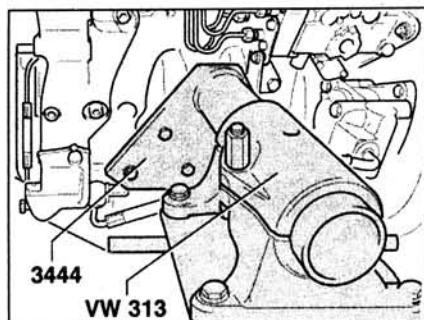

Рис. 2.27. Установка двигателя на разборный стэнд.
30. Для проведения разборочных работ двигатель необходимо установить на стенд. Установите двигатель в крепление VW 313 с фиксатором 3444 (рис. 2.27).
30. Для проведения разборочно-сборочных работ двигатель необходимо установить на стенд. Установите двигатель в крепление VW 313 с фиксатором 3444 (рис. 2.27).